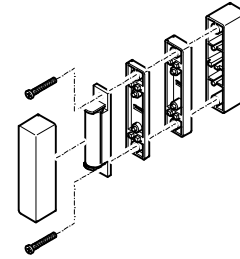

Abb. 8
5. Die Magneteinheit besteht aus einem Befestigungssockel, zwei Abstandshaltern, einem Dauermagneten und einer Kappe. Zerlegen Sie diese Einheit durch Auseinanderziehen in Einzelteile. Siehe Abb. 8.
7. Schrauben Sie den Dauermagneten auf dem Befestigungssockel fest. Prüfen Sie vorher die Höhe zum Tür-/Fenstermelder und verwenden Sie optional die Abstandshalter, die Sie auf den Befestigungssockel aufstecken. Siehe Abb. 8.